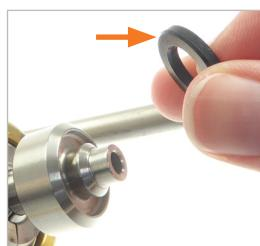

Abbildung 12
- ▶ Legen Sie die neue Frontdichtung (Pos. 7) in den gesäuberten Einstich ein (*Abbildung 12*). Achten Sie darauf, dass die Frontdichtung nicht in sich verdreht ist und dass sie richtig im Einstich liegt. Die Montage der neuen Frontdichtung erfolgt ohne Werkzeug.